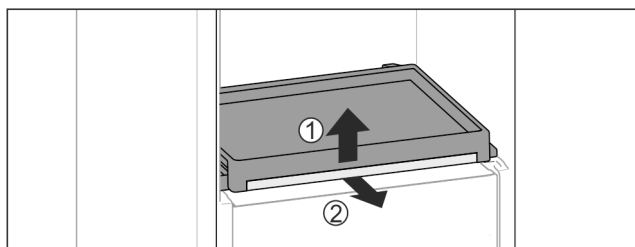

Fig. 35
- Вынуть выдвижную панель со стеклянной панелью: Слегка приподнимите спереди стеклянную полку Fig. 35 (1) и потяните вперед Fig. 35 (2).